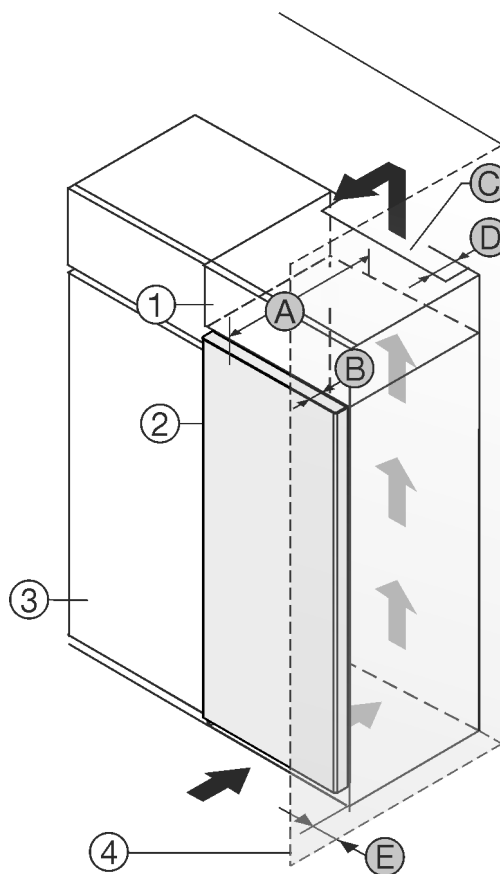

Fig. 1
Ju mund ta instaloni pajisjen direkt ngjitur me dollapin e kuzhinës Fig. 1 (3).*
Në faqen e pasme të dollapit së montimit duhet të ketë një hapësirë ajrimi me thellësi Fig. 1 (D) në të gjithë gjerësinë e dollapit të montimit.*
Nën mbulesën e hapësirës duhet respektuar seksioni tërthor i qarkullimit të ajrit Fig. 1 (C).*
Nëse instaloni pajisjen me mentesha pranë një muri Fig. 1 (4), atëherë duhet që distanca midis pajisjes dhe murit të jetë të paktën 13 mm.*
Në mënyrë që dera të mund të hapet plotësisht, duhet që pajisja të dalë jashtë përpara kanatit të dollapit të kuzhinës sa thellësia e derës Fig. 1 (B). Në varësi nga thellësia e dollapëve të kuzhinës Fig. 1 (3) dhe përdorimi i ruajtësve të distancës nga muri, pajisja mund të dalë më shumë përpara dollapit.*